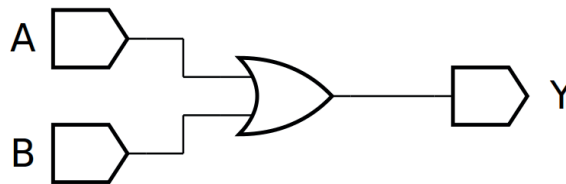
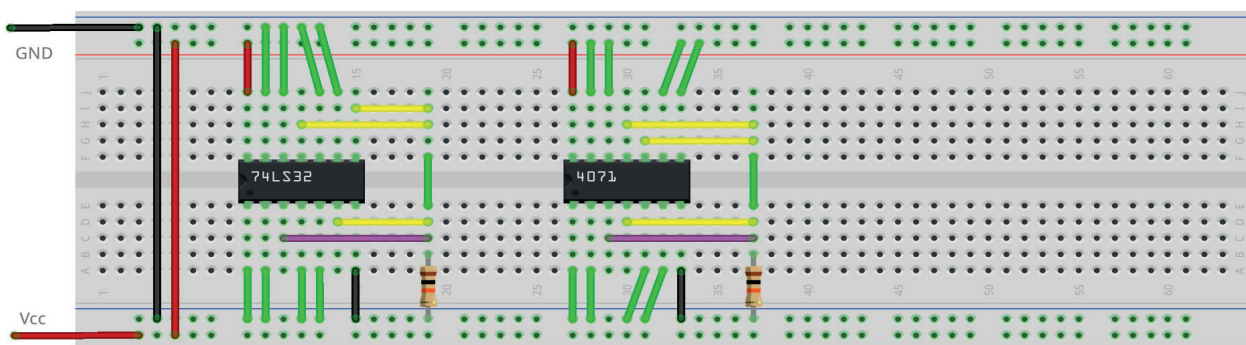

Figura 3.45 – Diagrama esquemático.7
Figura 3.46 – Placa de montagem com componentes.
1. Monte o circuito da figura 3.45, conforme mostrado na figura 3.46, na placa de montagem.
- d) Conecte os fios verdes. Os fios verdes estão conectados ao terra e portanto fornecendo valor lógico (0) às entradas de todas as portas do CI.
26. Utilizando o software de simulação SmartSim, simule a porta E (AND) de acordo com a figura 3.45. Compare a simulação com a tabela 3.15.